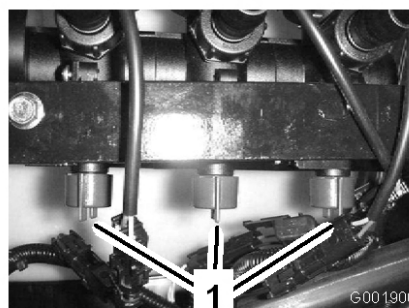

図 28
12. OFF にしたブームのバルブの下についているバイパス・バルブ（図 28）を使って、上記手順9で設定した水圧と同じ水圧に調整する。